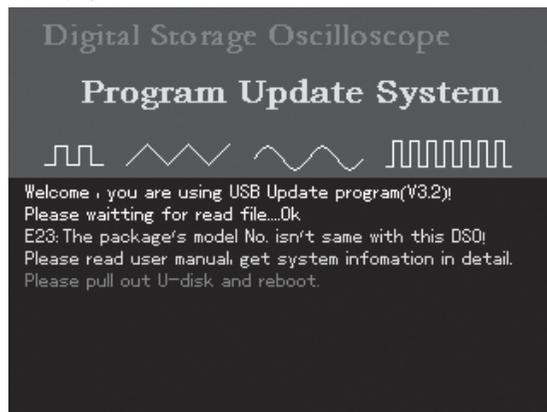

图6-12
7、升级时，读取程序升级包信息，发现程序升级包的型号与当前示波器不一致，将出现图6-12所示，提示“程序升级包的型号与当前示波器不一致，请阅读用户手册，在UTILITY的系统信息中查阅示波器型号，获取与待升级示波器型号一致的升级包。请拔出U盘，重启示波器”。